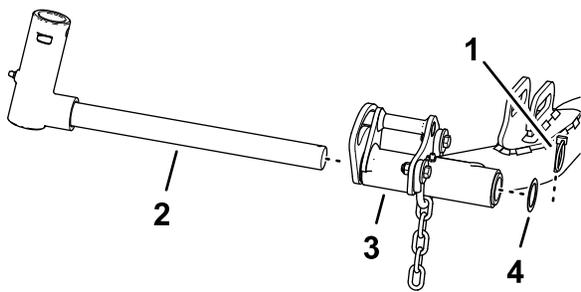

Figura 27
1. Togliete la coppiglia ad anello e la rondella che fissano l'albero del perno al braccio di sollevamento ed estraete l'albero del perno dal braccio di sollevamento (Figura 27).